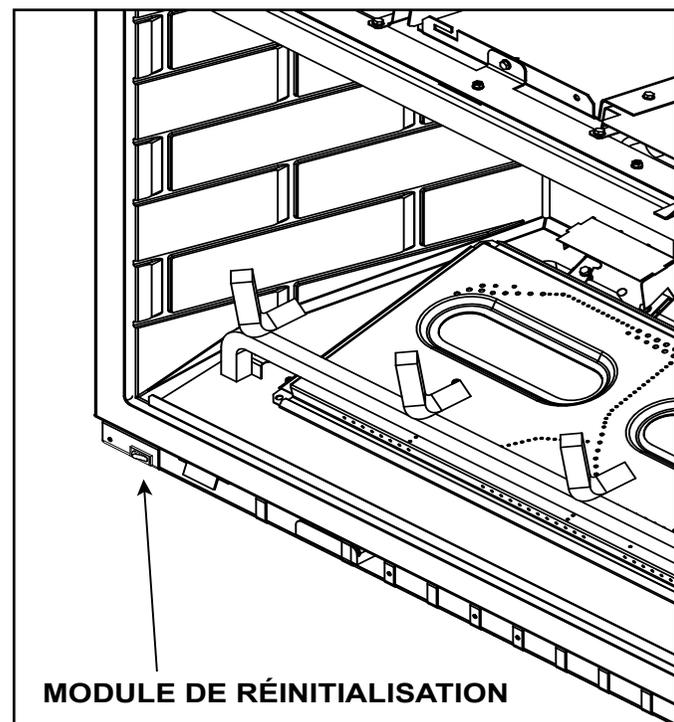

Figure 3.7. Module de réinitialisation
- Localisez le module de réinitialisation. (Voir la figure 3.7).
- Attendez cinq (5) minutes pour dissiper les gaz.